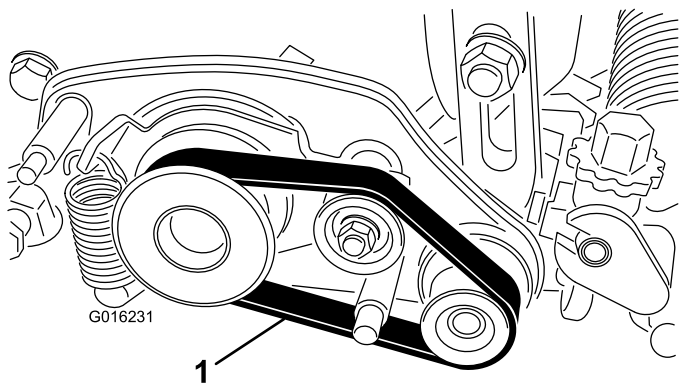

**Figura 1**
1. Rimuovete il copricinghia dall'alloggiamento del groomer (Figura 1).